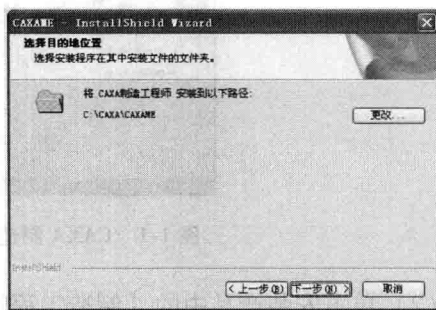

图 1-7 安装目录对话框
(6) 输入 CAXA 制造工程师 2008 安装的目标路径或接受提供的默认目录路径，如果该目录不存在，则安装程序将创建该目录，如图 1-7 所示。